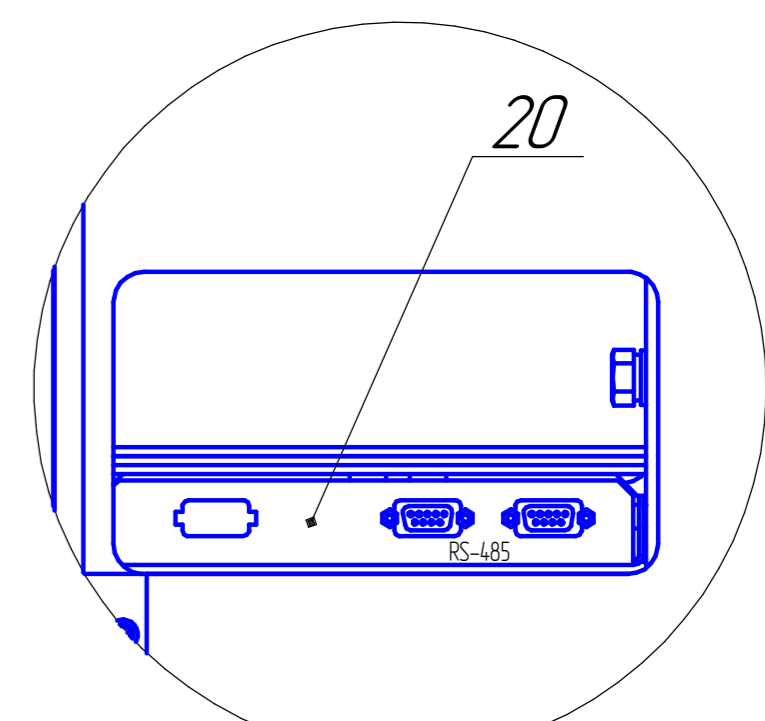

Рисунок 1.3 – Хроматографы газовые промышленные «Хромат-900». Внешний вид
1.4.1.5 Устанавливаемые с помощью редукторов (22, 24, 26) и регуляторов (2, 5, 10) (см. рисунок 1.3) интервалы рабочих давлений газов на входе БПГ и БА приведены в таблице 1.4.